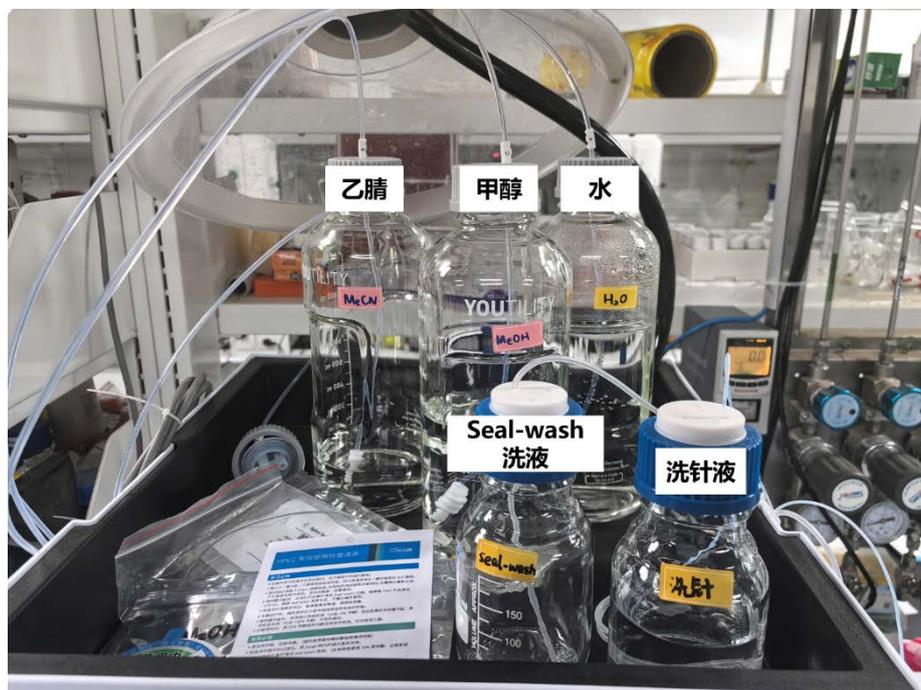

图 2 HPLC 流动相、洗液实物图
2. 检查流动相(如图 2)。保证流动相瓶内有至少 500 mL 液体，如果流动相不足，